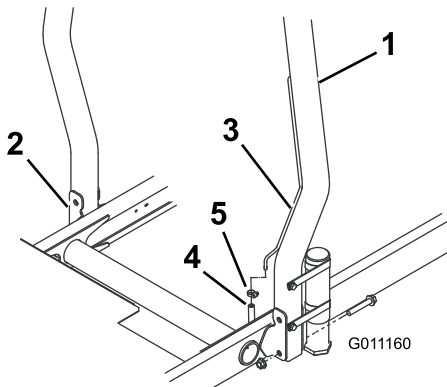

Figure 8
1. Abaissez l'arceau de sécurité sur les supports de montage du groupe de déplacement en alignant les trous de fixation. Le tube d'évent de l'arceau de sécurité doit être placé du côté gauche de la machine (Figure 8).
2. Fixez chaque côté de l'arceau de sécurité aux supports de montage avec 2 boulons à embase et 2 contre-écrous (Figure 8). Serrez les fixations à 81 N·m (60 pi-lb).